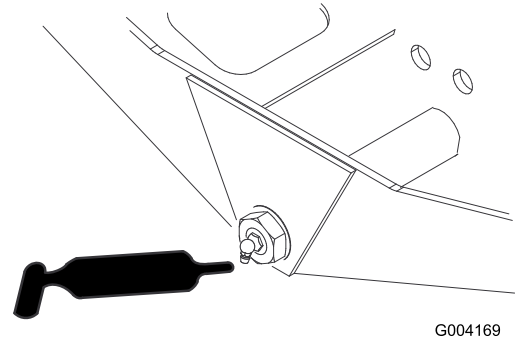

Bild 55
- Achsenlenkungsgelenk (1) (Bild 55)